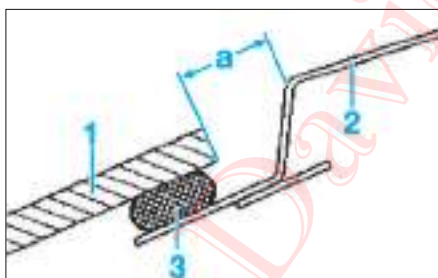

Fig. 1
- Ajuster le pare-brise dans son encadrement (Fig.1) :
- placer le pare-brise (1) sur les caoutchoucs intercalaires.
- régler la côte d'écartement "a = 4 mm" entre le bord supérieur du pare-brise (1) et l'arête avant du toit (2).
- placer du ruban adhésif en deux endroits entre le bord supérieur du pare-brise (1) et l'arête avant du toit (2).
- couper les rubans adhésifs sur le bord supérieur du pare-brise (1) sans les enlever.
- Appliquer un cordon de colle (3) d'environ 13 mm sur le rebord de la carrosserie.